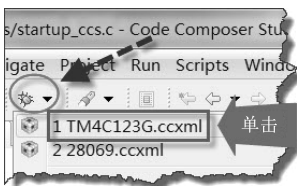

图 7-5 进入调试视图
① 调试。
a) 单击工具栏中如图 7-5 所示的图标及 TM4C123G.ccxml 文件，进入调试视图。